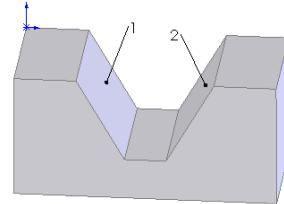

图 3-95 拉伸的图形
**04** 设置视图方向。单击“标准视图”工具栏中的“旋转视图”图标 ，将视图以合适的方向显示，结果如图 3-95 所示。
06 设置属性管理器。在“圆角类型”一栏中，选择“面圆角”复选框；在“圆角项目”的“面组 1”一栏中，选择图 3-95 中的面 1；在“圆角项目”的“面组 2”一栏中，选择图 3-95 中的面 2；在“圆角项目”的“半径”一栏中输入值 20mm，其他设置如图 3-96 所示。